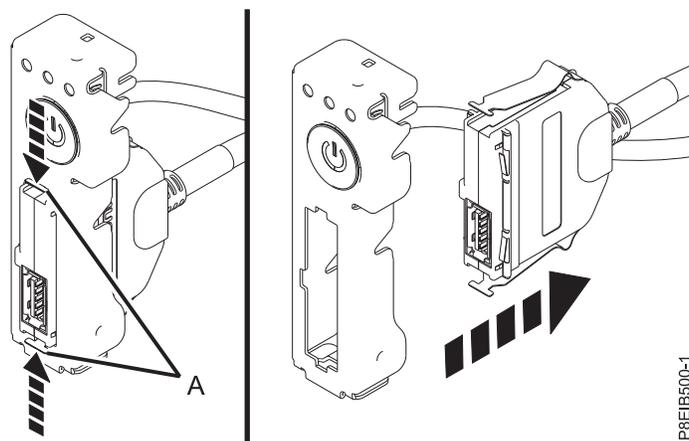

図 23. 電源スイッチからの前面 USB ケーブルとコネクタの取り外し
10. コネクタのラッチ・リリース (A) を押して、電源スイッチから前面 USB ケーブルとコネクタを切り離します。図 23を参照してください。